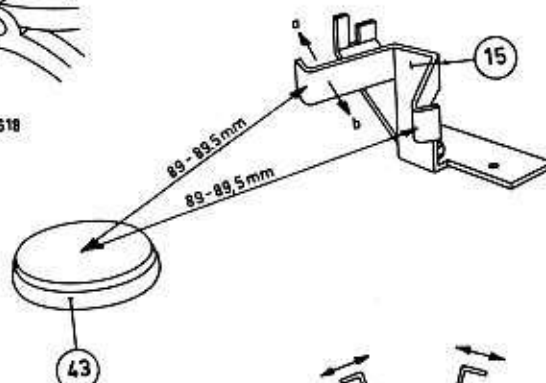

Fig.20
I. EQUERRE D'ARRET 15 (voir fig. 20)